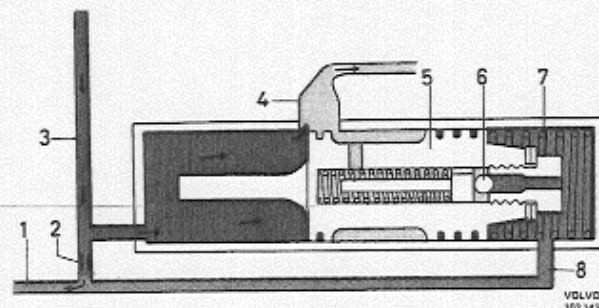

Abb. 64 Regelventil, Normalstellung
Wenn die Ölpumpe anläuft, hält die Mengenregelfeder (7, Abb. 64) das Mengenregelventil (5) nach links gedrückt. Das von der Pumpe geförderte Öl strömt durch den Druckkanal (3) und das Drosselventil (2) in die Druckleitung (1) und weiter zum Lenkgetriebe. Der Raum rechts vom Regelventil (5) steht über den Verbindungskanal (8) mit der Druckleitung (1) in Verbindung und demnach unter gleichem Druck.
der Kolben nach rechts verschoben. Wenn die Pumpendrehzahl ausreicht, um den Kolben entgegen dem Federdruck so weit zu verschieben, daß die Rücklaufbohrung freigelegt wird, kann das überflüssige Öl durch den Rücklaufkanal zur Saugseite der Ölpumpe zurückströmen, s. Abb. 64. Diese Ventilstellung kann als normal angenommen werden, weil die Pumpfördermenge ständig unter ihrem Höchstwert bleiben soll.